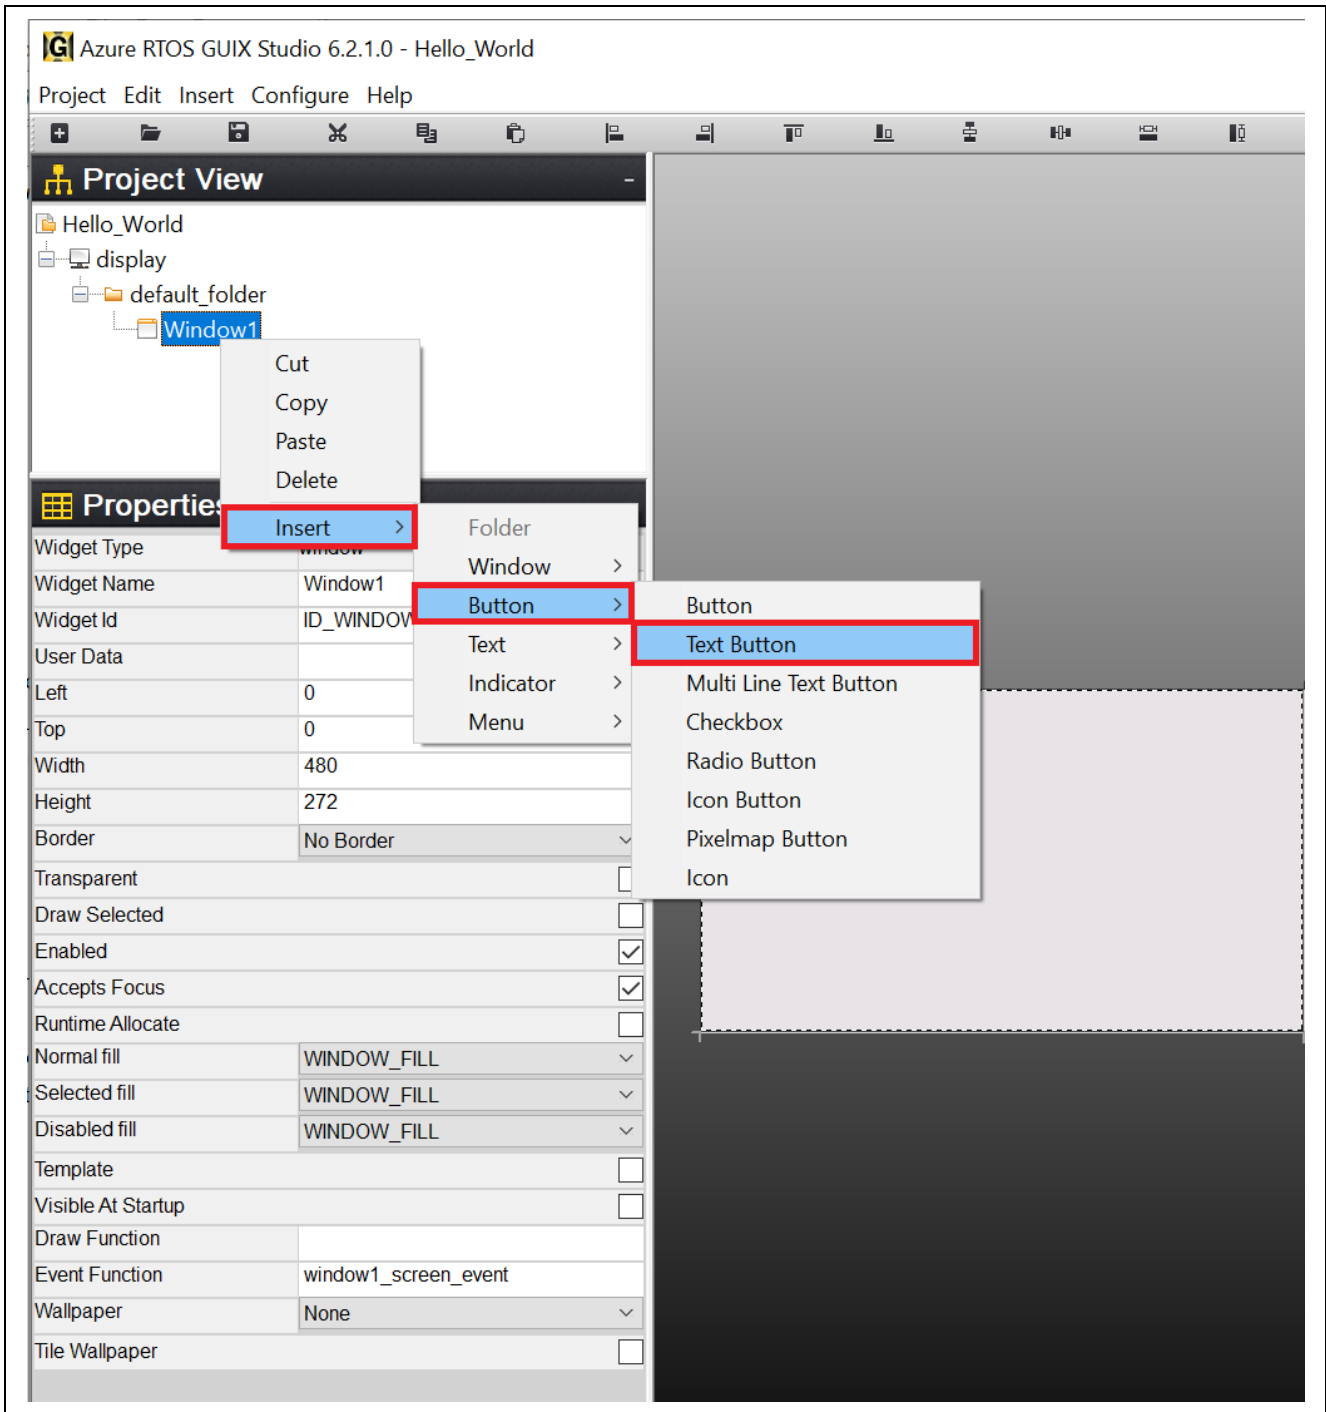

図 48. Text Button の挿入
11. 図 48 のように、Window1 を右クリックし Text Button を挿入します。